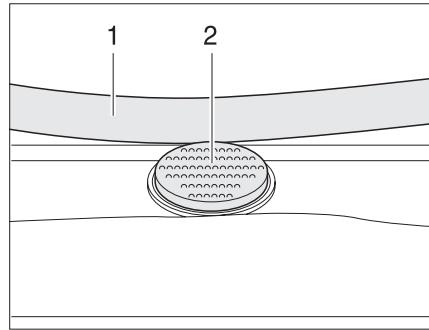

Bild 33 Låsknapp på Heki-takluckan
- ▶ Tryck på låsknappen (Bild 33,2) och dra ner bygel (Bild 33,1) med båda händerna.